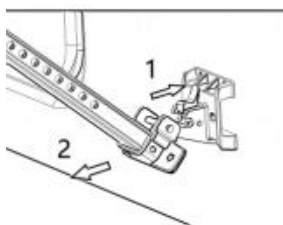

Figure D9
a. Déverrouillez la languette du support de fixation inférieur, faites pivoter la tige de support vers l'extérieur et placez-la verticalement sur le sol. (Figure D9)